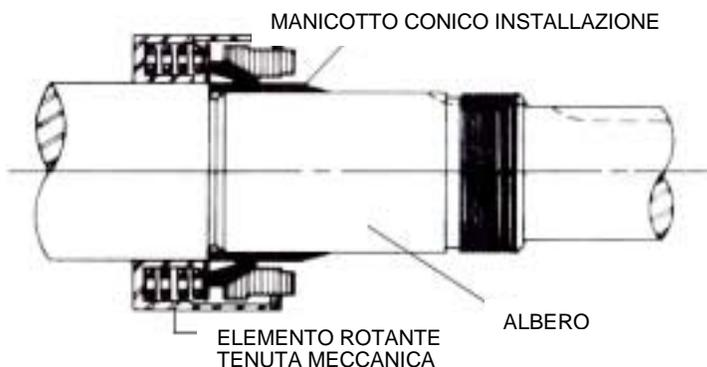

FIGURA 11
4. Posizionare sull'albero il manicotto conico di installazione (**vedere Figura 11**).
6. Muovere l'elemento rotante (comprendendo collarino di fermo e viti della tenuta a soffietto) ed infilare sopra il manicotto conico (**Vedere Figura 11**).